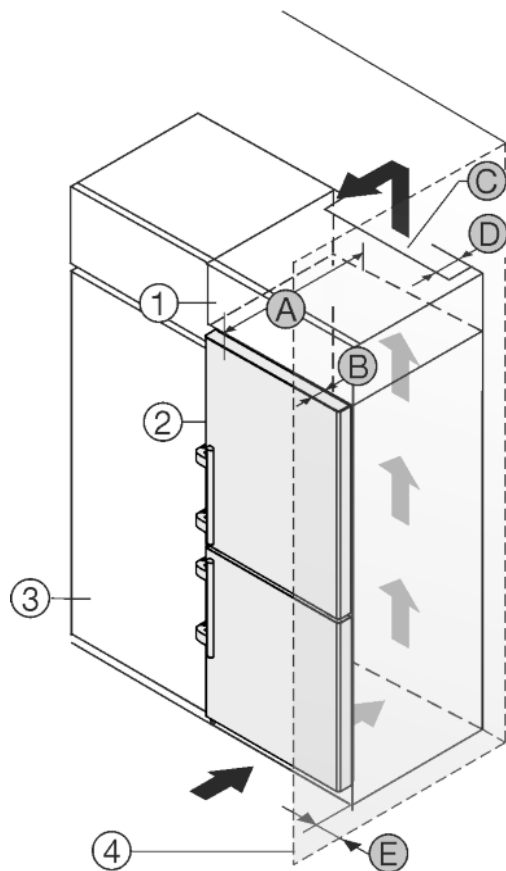

Fig. 13
Het apparaat kan in keukenkasten worden ingebouwd. Om het apparaat *Fig. 13 (2)* aan de hoogte van het keukenblok aan te passen, kan boven het apparaat een opzetkast *Fig. 13 (1)* worden aangebracht.
Het apparaat kan direct naast de keukenkast *Fig. 13 (3)* worden geplaatst. Om de deuren volledig te kunnen openen, moet het apparaat overeenkomstig de diepte *Fig. 13 (B)* t.o.v. het keukenkastfront uitsteken. Afhankelijk van de diepte van de keukenkast en het gebruik van de wandafstandhouders kan het apparaat verder uitsteken.
- Aan de achterzijde van de opzetkast moet een luchtafvoerkanaal met de diepte *Fig. 13 (D)* over de volledige breedte van de opzetkast aanwezig zijn.
- Onder het plafond moet de ventilatiedoorsnede *Fig. 13 (C)* worden aangehouden.
Wanneer het apparaat met de scharnieren naast een wand *Fig. 13 (4)* wordt geplaatst, moet de afstand *Fig. 13 (E)* tussen apparaat en wand worden aangehouden. Dit komt overeen met de uitsteekmaat van de handgreep bij geopende deur.